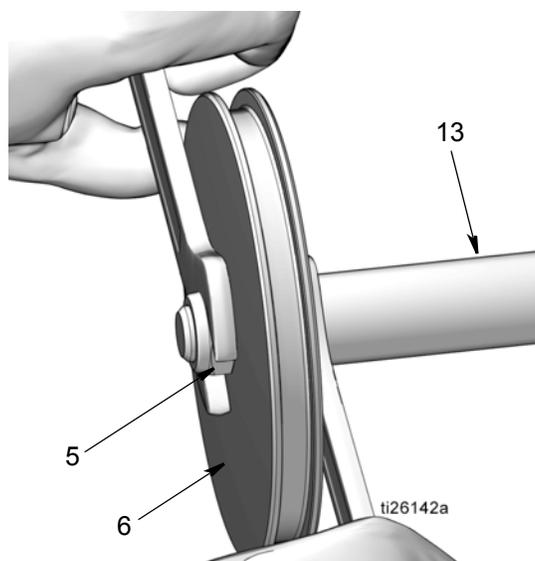

FIG. 48
- d. Monte la tuerca (5) en el extremo del vástago del pistón (13). Utilice dos llaves, trabajando en direcciones opuestas, para apretar la tuerca. Fije una llave de boca en la parte plana del vástago del pistón y con la otra llave apriete la tuerca (5) como se observa en FIG. 48.